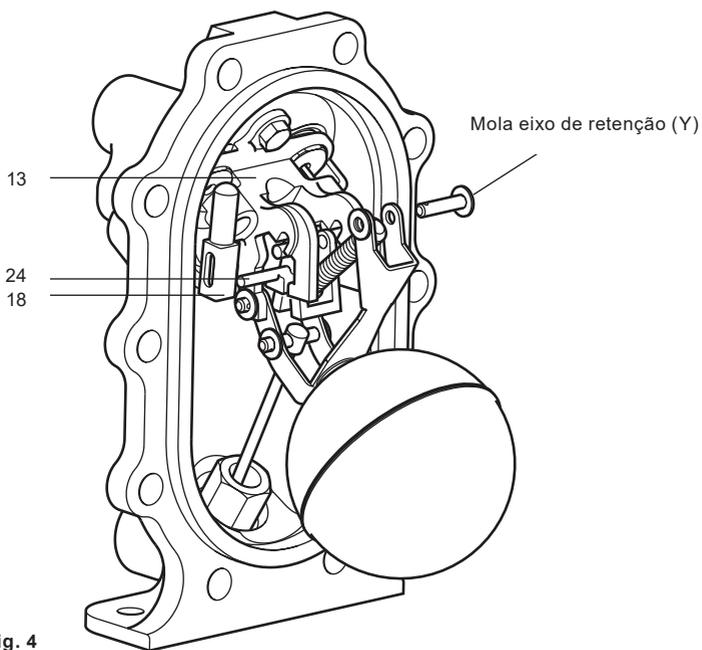

Fig. 4
4. Remova o pino bipartido e a arruela do eixo de retenção da mola (Y). (Ver Fig. 4).
6. Puxe o braço atuador para baixo dentro de suas fendas até que todo o conjunto da mola e da alavanca do atuador com a válvula de exaustão se solte. Pode ser necessário deslizar a válvula de exaustão (item 18) para trás contra sua mola interna para liberá-la da guia do suporte da bomba (item 13).
8. Gire suavemente a válvula de exaustão para longe da saliência com pontas da alavanca do atuador (item 24, mostrado na Fig. 4), tomando cuidado para não danificar ou perder a pequena mola de compressão da válvula de exaustão.